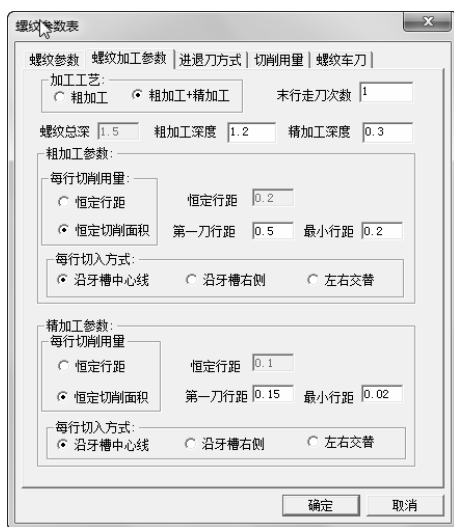

图 6-95 螺纹加工参数设定
2) 单击“螺纹加工参数”选项卡，如图 6-95 所示。设置具体参数如下：加工工艺：粗加工+精加工；末行走刀次数：1；粗加工深度：1.2；精加工深度：0.3；粗加工每行切削用量：恒定切削面积，第一刀行距 0.5，最小行距 0.2；每行切入方式：沿牙槽中心线；精加工每行切削用量：恒定切削面积，第一刀行距 0.15，最小行距 0.02；每行切入方式：沿牙槽中心线。